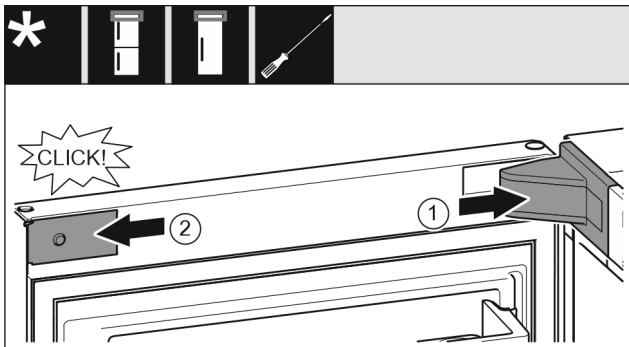

Fig. 23
- ▶ Nasadte kryt ložiskovej konzoly a zaistite, príp. opatrne roztlačte. Fig. 23 (1)
- ▶ Zboku nasadte a zaistite kryt. Fig. 23 (2)